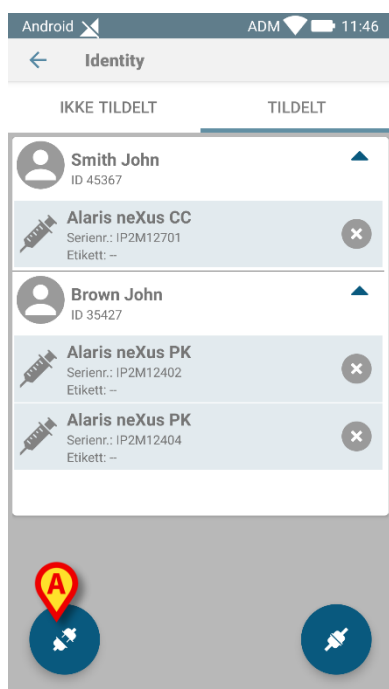

Fig. 170
- Trykk på ikonet  (Fig. 170 **A**).